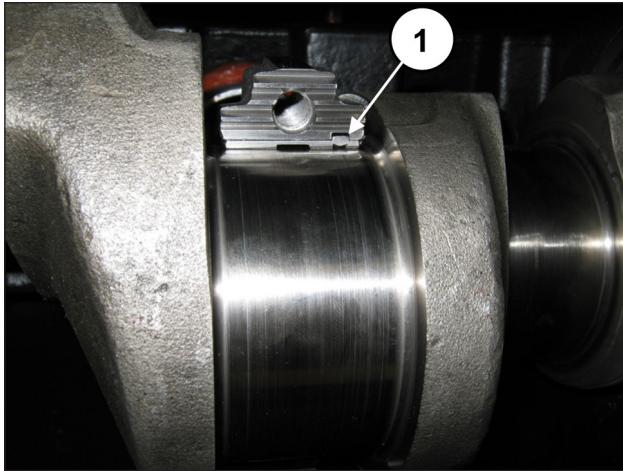

Fig. 68
Per un corretto montaggio dei semicuscinetti assicurarsi che la linguetta di riferimento dei semicuscinetti venga posizionata nell'apposito alloggiamento sulla semibiella (pos. ①, Fig. 68).